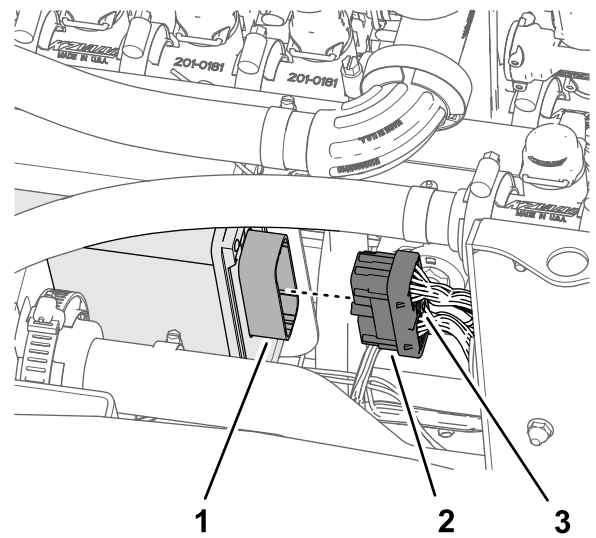

図 133
2. キットのワイヤハーネスの 40ソケットコネクタを、ASC 10 散布コントローラの 40ピンコネクタに接続する 図 133。
3. 40ソケットコネクタについているねじを、ASC 10 コントローラに取り付ける 図 133。